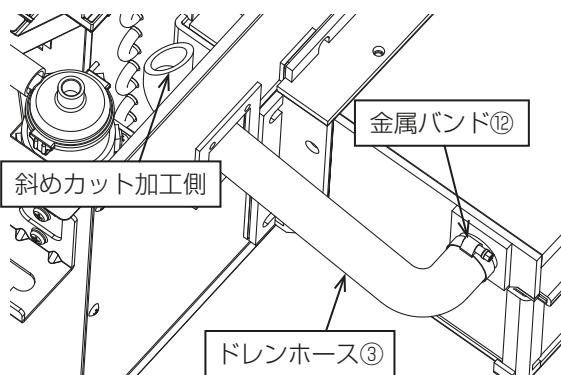

図17
その際、斜めカット加工を施してある側を本体ユニット内部側に挿入してください (図17)。
- 2) ドレンホースを加湿器排水口根元まで挿入し、金属バンド⑫で固定してください (図17)。